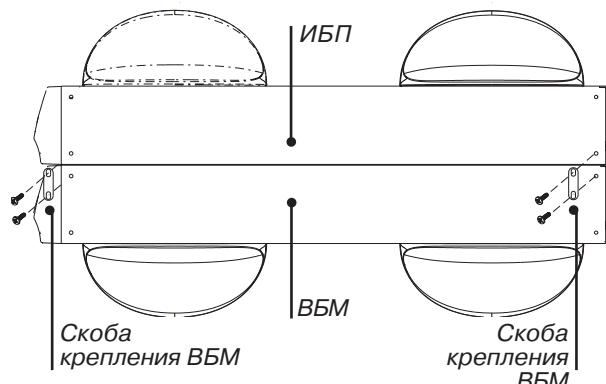

Рисунок 10. Установка скоб крепления ВБМ (Вид сверху с подставками)
9. Совместите каждую скобу крепления ВБМ с соседними угловыми отверстиями и закрепите их поставляемыми винтами (см. рис. 10).